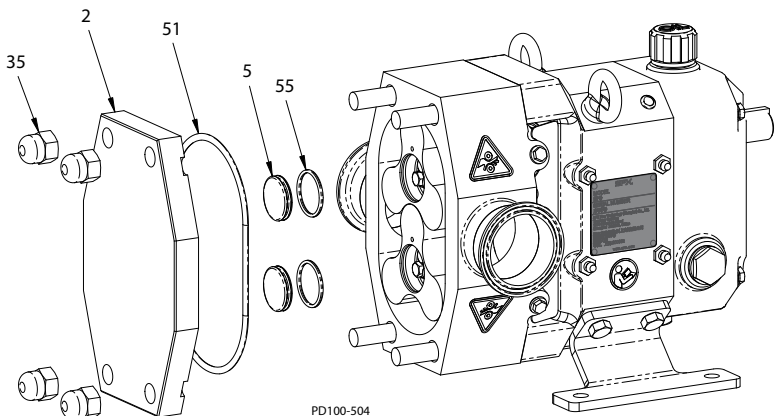

Abb. 66 - Abdeckung montieren
- 1. Platzieren Sie den Schraubkappen-O-Ring (Abb. 66, Einzelheit 55) in Schraubkappe (Pos. 5) und montieren Sie diese in der Rotorbohrung. Der O-Ring schnappt dabei in die Nut in der Rotorbohrung ein.